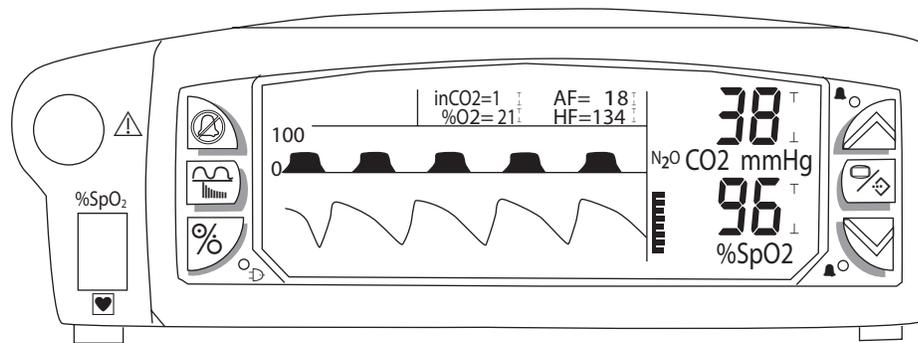
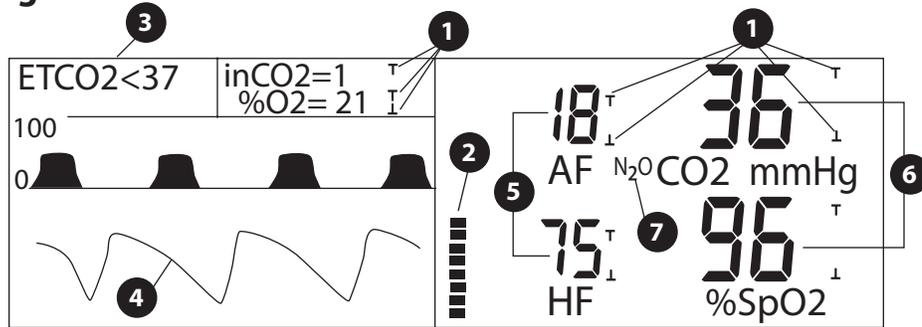

Abbildung 2.1: Modus mit Erweiterter Kurvenform
Abbildung 2.3: VFD-Anzeige (Normalmodus)
Hier werden im Modus mit erweiterter Kurvenform [Abb. 2.1] oder im Normalmodus [Abb. 2.3] ein oder zwei Kurven angezeigt. Anstelle der Kurvenformen kann eine Trendkurve oder ein Menü angezeigt werden. Für Trends und Menüs wird dieser Kurvenbereich stets erweitert, wobei sich die Parameter verschieben, wie im folgenden erläutert.
Im NORMAL-Anzeigemodus erscheinen die Atemfrequenz (AF) und die Pulsfrequenz (HF) in diesem Bereich als mittelgroße Ziffern. Der Normalanzeigemodus kann nur bei installiertem Oximeter vorliegen. Im Modus mit ERWEITERTER Kurvenform werden diese Parameter zu kleinen Ziffern und wandern neben die Anzeigen für inCO_2 und \%O_2 über dem Kurvenbereich. [Abb. 2.1].